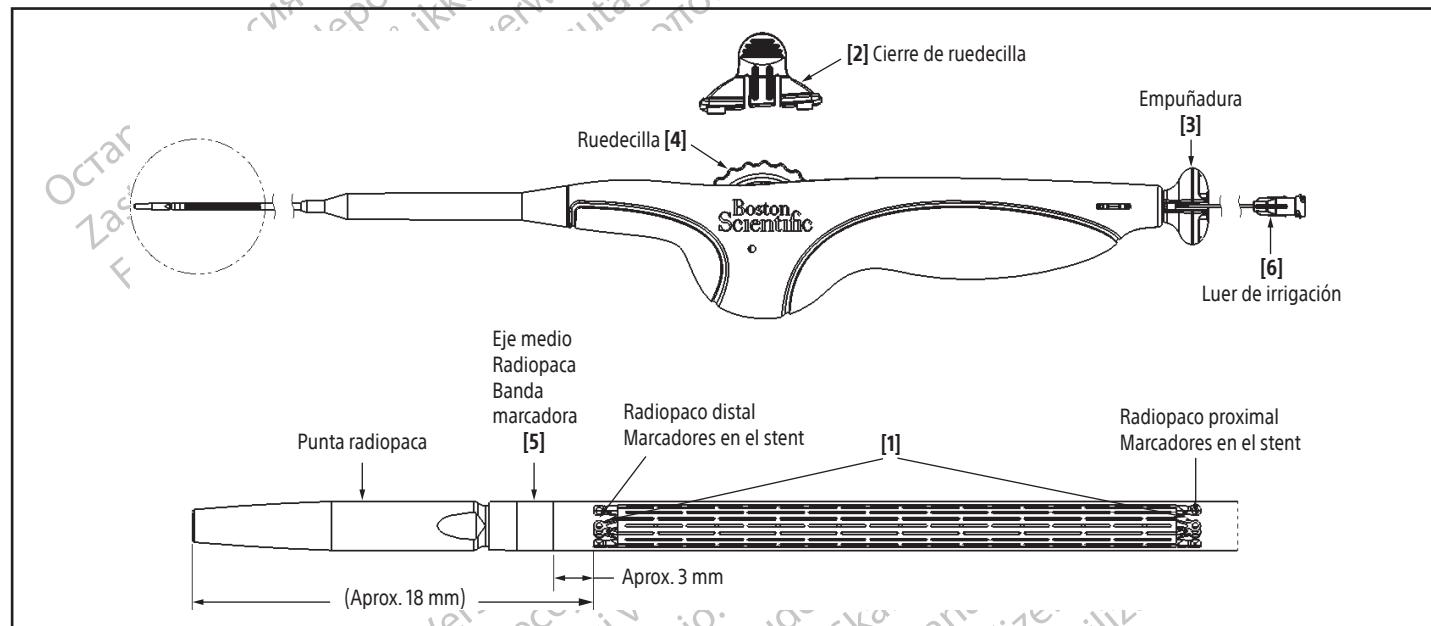

Figura 4. Sistema introduktor del stent
7. Acople una jeringa de 10 ml (10 cc) con solución salina al luer de irrigación [6] en el mango. Aplique presión positiva. Continúe irrigando hasta que la solución salina aparezca en el extremo distal del lumen de la guía. Extraiga el luer de irrigación [6] (para ello, tire de la jeringa o del mismo luer de irrigación [6]) (consulte la figura 4).